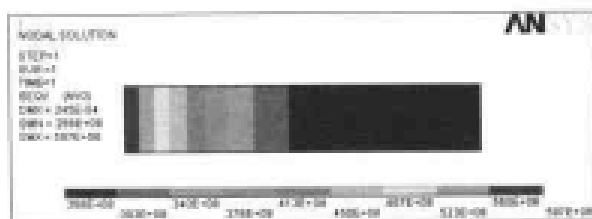

图 13-26 等效应力场分布等值线图
(5) 选择 Main Menu | General Postproc | Plot Result | Contour Plot | Nodal Solu 命令, 出现 Contour Nodal Solution Data 对话框, 选择 Nodal Solution | Stress | von Mises stress 选项, 单击 OK 按钮, ANSYS 窗口显示等效应力场分布等值线图, 如图 13-26 所示。